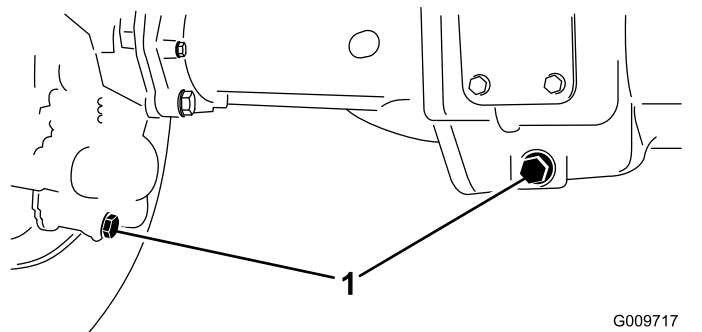

Figura 58
2. Limpie la zona alrededor de los tres tapones de vaciado, uno en cada extremo y uno en el centro (Figura 58).